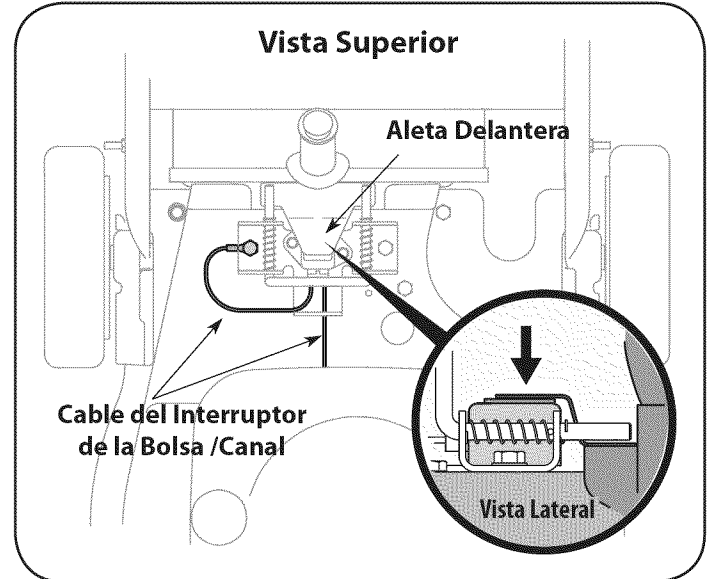

Figura 13
**IMPORTANTE:** El botón del interruptor de bolsa / canal debe quedar presionado totalmente por la punta de la aleta delantera situada en la manija de la bolsa o en el canal de soplado, ya que en caso contrario el motor no arrancará. Vea la Figura 13.